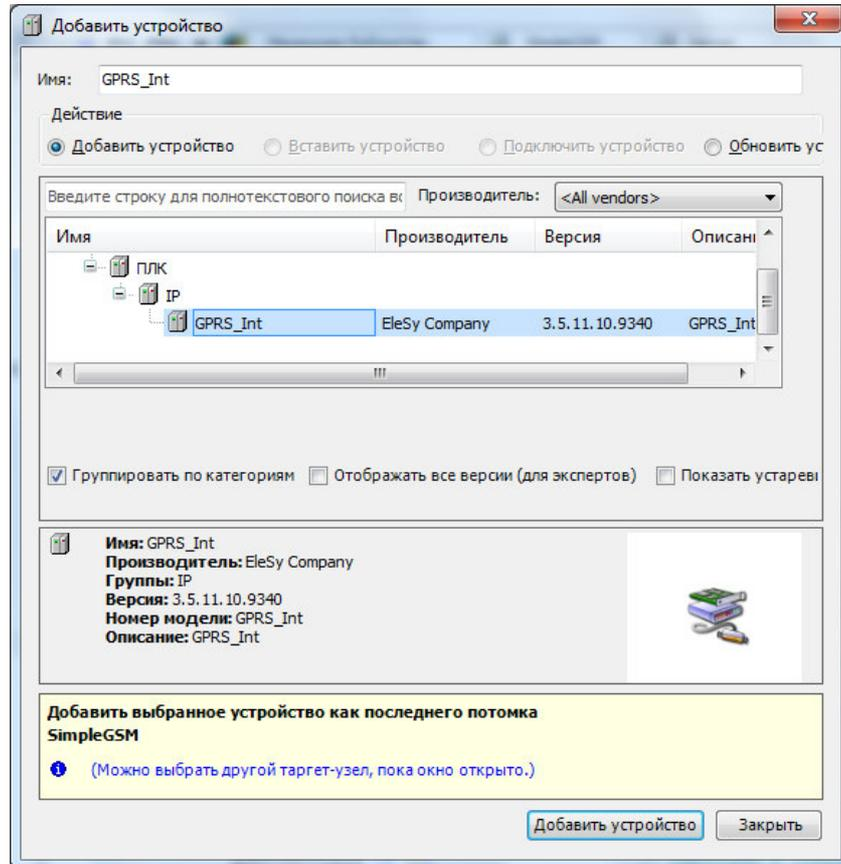

Рисунок 3.8 – Окно добавления устройства *GPRS_int*
4. Кликнуть правой кнопкой мыши по устройству *SimpleGSM* и выбрать команду «**Добавить устройство...**». В поле **Производитель:** следует выбрать *EleSy Company*, выбрать устройство *GPRS_Int* и нажать кнопку «**Добавить устройство...**» (рисунок 3.8).